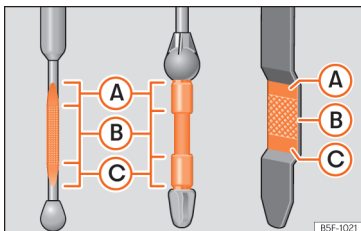

Abb. 282 Ölmesstab
- Den Messstab anschließend wieder herausziehen und den Ölstand ablesen »» Abb. 282. Füllen Sie gegebenenfalls Motoröl nach.
- Wenn der Ölstand mindestens den Bereich » » **Abb. 282 (B)** erreicht hat, vorsichtig den Deckel des Einfüllstutzens aufschrauben » » **!**
Liegt der Ölstand über dem Bereich » » **Abb. 282 (A)**, starten Sie den Motor bitte
Der Ölstand darf keinesfalls über dem Bereich » » **Abb. 282 (A)** stehen, andernfalls könnte Öl über die Entlüftung der Motorölwanne angesaugt werden und über die Abgasanlage in die Atmosphäre gelangen.